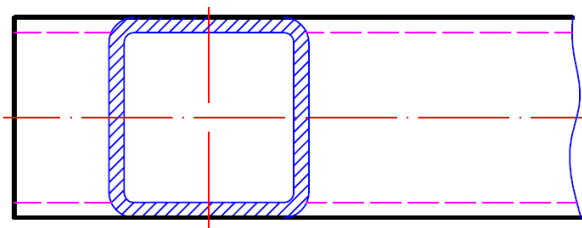

Fig. 9.15. Secțiune suprapuse
- **secțiune suprapusă, deplasată sau intercalată**, dacă secțiunea se reprezintă suprapusă peste (deplasat sau între) vederea(rile) respectivă(e) (fig. 9.15).